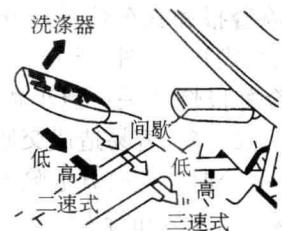

图 1-4 刮水器及洗涤器开关
④ 风窗玻璃刮水器和洗涤器开关。该开关在转向盘左下方，操作方法见图 1-4。前风窗玻璃有污渍需要洗涤时，将洗涤器操纵杆的端部向上抬起，则洗涤器工作，冲洗液连续喷洒在玻璃上；同时刮水器（三速式）配合间歇工作，将风窗玻璃洗涤干净。把开关操纵杆向后拨动，刮水器就开始工作；刮水器分间歇、低速和高速三档。放松操纵杆，洗涤器停止工作；将开关操纵杆向前推到底，刮水器关闭。